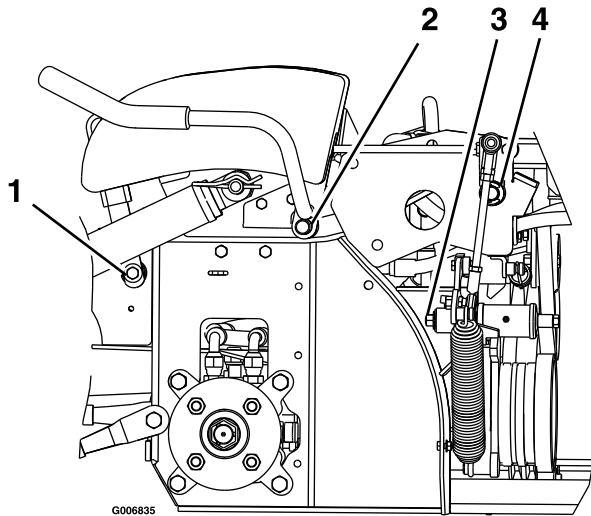

Figure 29
2. Graissez les bagues en bronze du pivot du levier de frein avec un lubrifiant à pulvériser ou une huile légère (Figure 29).